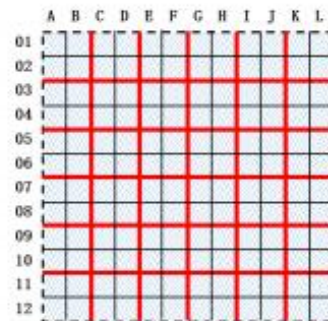

图2 区域M均匀划分为多分格的示意图
(1) 自制信号发生器，产生步进扫频信号，频率范围为15kHz~20kHz，步进频率1kHz，扫频周期为5秒。通过电声部件转换为声信号并注入平面板，由不在同一位置的任意声电转换部件接收该声信号，预留测试端口，通过示波器观测接收到的信号。
(2) 按图2中红色粗框线将区域M均匀划分为6×6的大方格。一键启动系统后，在指定方格中敲击一次，系统在5秒内完成探测定位并显示对应方格编号。显示格式为横轴编号在前，纵轴编号在后，中间以逗号分割，例如：(EF, 0304)、(GH, 1112)。
(1) 按图2将区域M均匀划分为12×12的小方格。将磁铁圆片放置在指定的某一方格内后，一键启动系统，在15秒内完成定位并显示圆片所在的方格编号，显示格式为横轴编号在前，纵轴编号在后，中间以逗号分割，例如：(E, 08)、(I, 10)。
(2) 将磁铁圆片放置在区域M中任意指定的位置后，一键启动系统，在20秒内完成定位并显示其直角坐标数值，单位为mm，横轴坐标在前，纵轴坐标在后，中间以逗号分割，例如：(-50mm, 100mm)。定位误差不大于10mm。
(3) 其他。